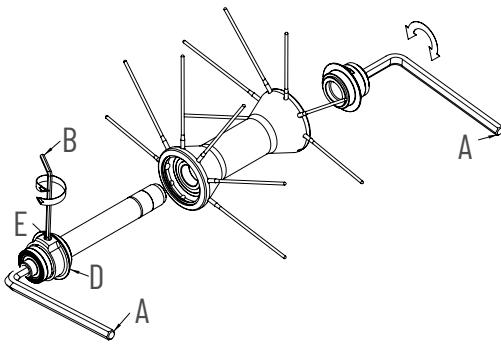

FIG. 1
• Inserite due chiavi a brugola da 5mm (A) dentro agli scontri alle estremità dei mozzi (Fig.1 e 2) e ruotatele in **senso antiorario**.
- Se necessario effettuare una registrazione del mozzo agendo sulla ghiera (D).
- Allentate il grano (E) con una chiave a brugola da 2mm (B) (Fig. 1).
- Richiudete il grano (E).